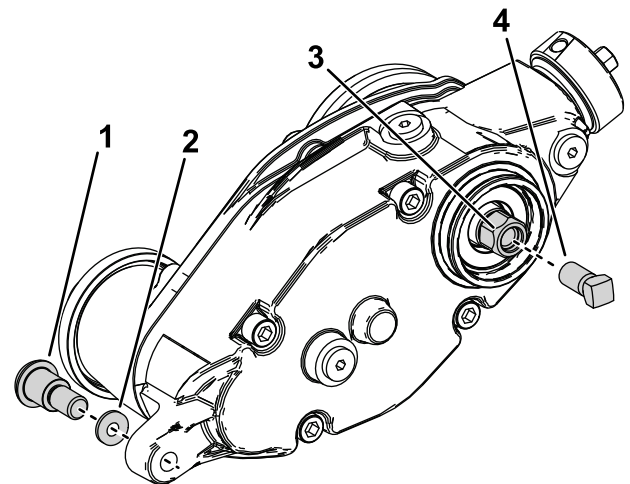

Figura 25
5. Instale o parafuso de reforço (peça n.º 1-803022 – vendida em separado) nas roscas internas da cabeça sextavada da transmissão do rastelo e aperte com 13,5 Nm como se mostra na Figura 25.
6. Remova a caixa da transmissão do rastelo do cilindro de corte rodando a cabeça sextavada da transmissão do rastelo (Figura 25).